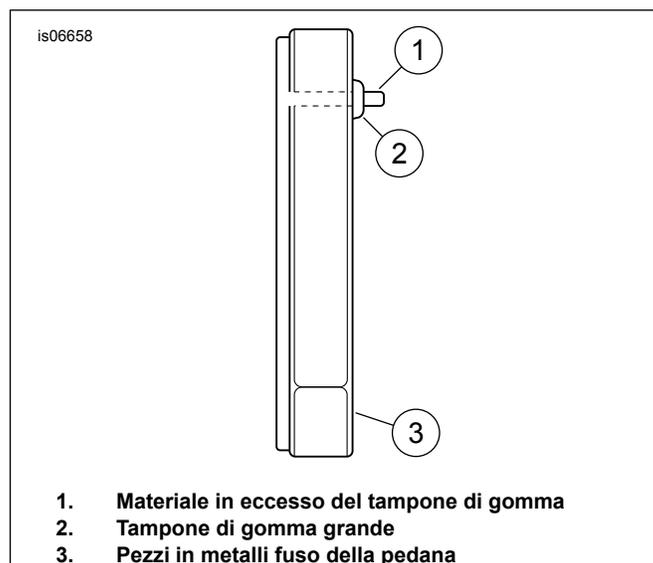

Figura 4. Rimuovere il tampone di gomma
4. Vedere Figura 4. Se presente, rimuovere il materiale in eccesso (1) dai tamponi di gomma (2) che sporgono dai pezzi in metallo fuso della pedana (3) usando un coltello o un tronchese.